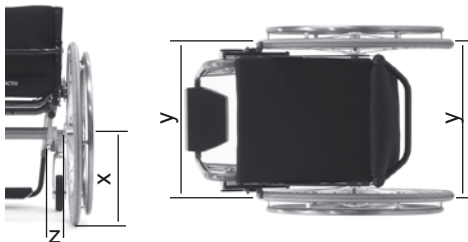

Bild 26
Messen Sie auf Achshöhe (Bild 26 x) den Abstand (Bild 26 y) der Antriebsräder vorne und hinten. Der Abstand der beiden Antriebsräder sollte hinten genauso groß sein wie vorne. Differiert der Abstand um mehr als 5 mm, muss die Spur korrigiert werden. Eine Korrektur ist auch dann erforderlich, wenn der Abstand (Bild 26 z) nicht auf beiden Seiten gleich ist.
3. Stellen Sie sicher, dass der Abstand zum Rahmen (Bild 26 z) rechts und links gleich ist